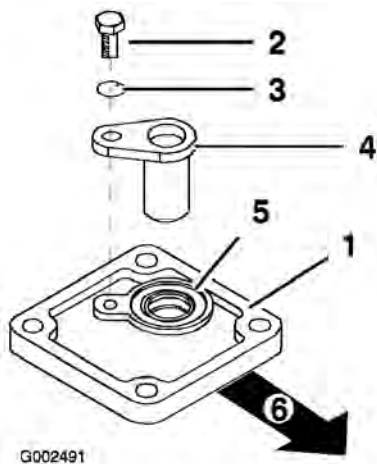

Figura 6
- Montate il nuovo gruppo carter sul transaxle utilizzando i quattro bulloni tolti alla voce 1 (Figura 6). Il carter è correttamente orientato se la guarnizione è in alto ed è posizionata verso il lato sinistro del veicolo.
- Montate il sensore dei denti degli ingranaggi con la vite (M6 x 1.00 x 12) e la rondella elastica (M6) come illustrato nella Figura 6.